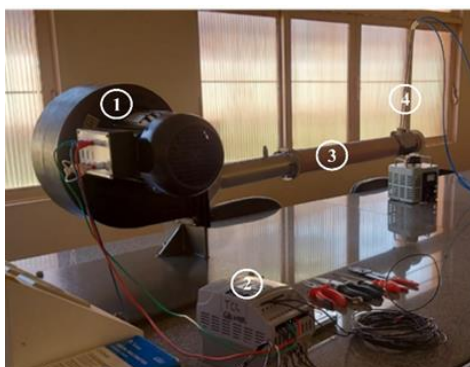

Figura 1. Unidade experimental
A unidade experimental (Figura 1) projetada neste trabalho é composta de um ventilador centrífugo (1), 2 m de tubulação de PVC (3) com 74 mm de diâmetro interno e um suporte para instalação de um *pitot* (4), responsável por medir a velocidade do ar em um ponto da linha.